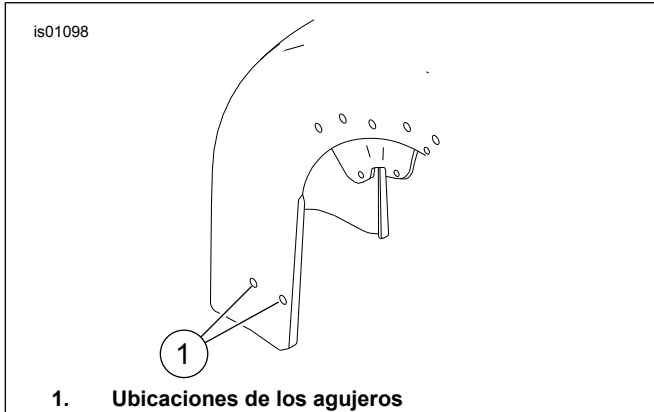

Figura 2. Instalación de guardabarros delantero básico
1. Vea la Figura 2. Limpie el guardabarros en el área en que se montará la faldilla (1) del guardabarros y cubra esa parte del guardabarros con cinta adhesiva para proteger la superficie pintada durante la colocación de la faldilla y perforación de los agujeros de montaje.